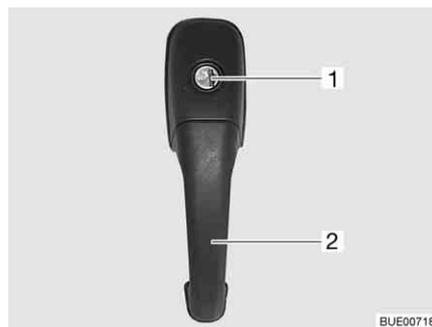

Bild 29 Türschloss Eingangstür, außen
- Schlüssel in Schließzylinder (Bild 29,1) stecken und drehen, bis das Türschloss entriegelt ist.
- Am Türgriff (Bild 29,2) ziehen. Die Tür ist geöffnet.
- Schlüssel in Schließzylinder (Bild 29,1) stecken und drehen, bis das Türschloss verriegelt ist.